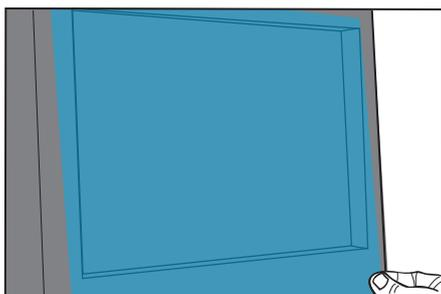

Abbildung 12
- › Das Abdeckpapier ist weiter abziehen und die Folie auf dem Bildschirm zu positionieren. (Abb. 12)